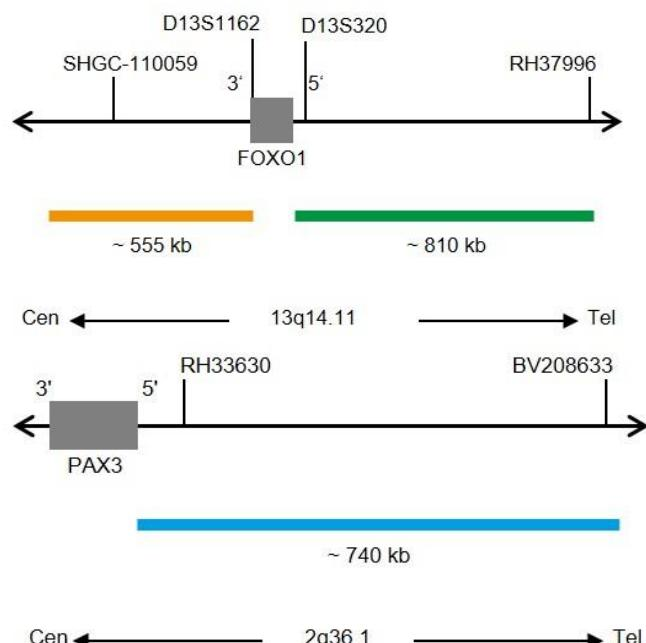

Fig. 1: Cima: SPEC FOXO1 Mapa da sonda; Baixo: SPEC PAX3 Mapa da sonda (sem escala)
- Polinucleótidos (~10 ng/μl) com marcação ZyGreen (excitação 503 nm/emissão 528 nm), dirigidos ao mapeamento de sequências alvo em 13q14.11* (chr13:41,246,917-42,054,781) distais à região de quebra do FOXO1 (ver Fig. 1).
- Polinucleótidos (~4.5 ng/μl) com marcação ZyOrange (excitação 547 nm/emissão 572 nm), dirigidos ao mapeamento de sequências alvo em 13q14.11* (chr13:40,578,036-41,132,595) proximais à região de quebra do FOXO1 (ver Fig. 1).
- Polinucleótidos (~37.0 ng/μl) com marcação ZyBlue (excitação 418 nm/emissão 467 nm), dirigidos ao mapeamento de sequências alvo em 2q36.1* (chr2:223,196,078-223,936,825) distais à região de quebra do PAX3 (ver Fig. 1).